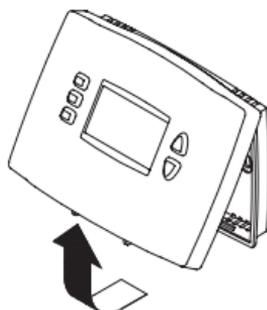

Figure 1
2. Séparer le thermostat de la plaque murale comme indiqué sur la Figure 1.